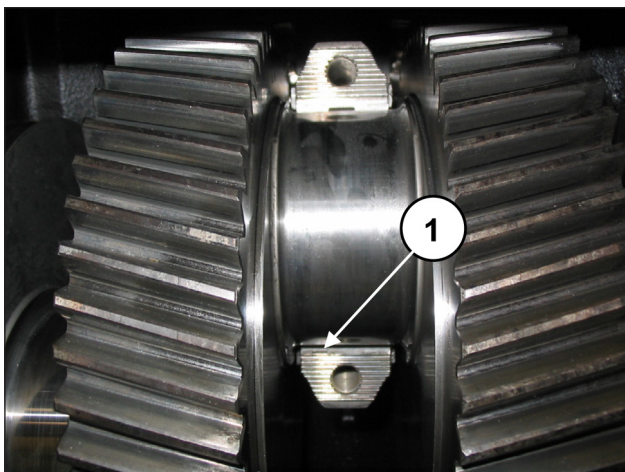

Fig. 82
Para montar correctamente los cojinetes, la lengüeta de referencia de los semicojinetes debe encajar en el alojamiento de la semibiela (pos. ①, Fig. 82).